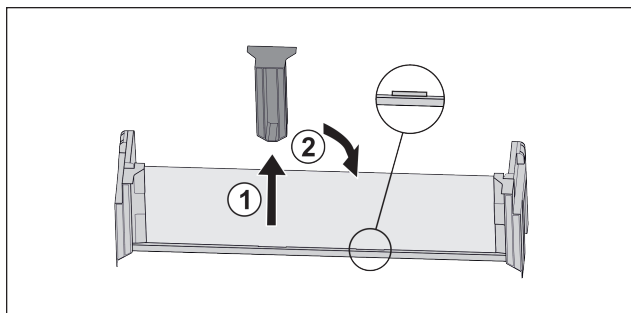

Fig. 54\*
- ▶ Desprindeți piesa de susținere intermediară Fig. 54 (1).\*
- ▶ Introduceți piesa de susținere intermediară la a doua poziție Fig. 54 (2).\*